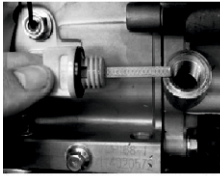

Рис. 15
2. Выкрутите пробку маслосливной горловины (рис. 15)
5. Закрутите на место сливной болт с прокладкой (рис. 15)